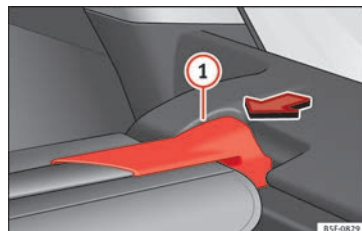

Fig. 166 Dans le coffre à bagages : démonter la plage arrière.
- Appuyez sur le support de la plage arrière » fig. 166 1 dans le sens de la flèche.
- Insérez le support de la plage arrière » fig. 166 ① dans le logement droit.
- Vérifiez si le support » fig. 166 ① est correctement enclenché.